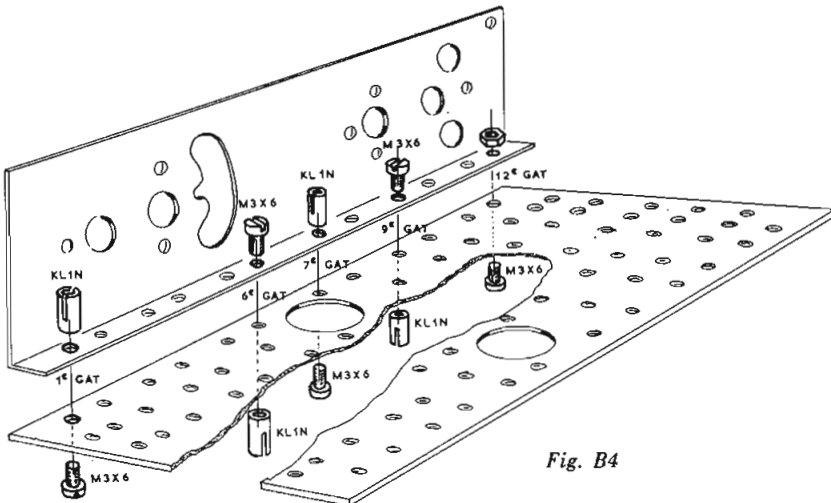

Fig. B4
1. Zet eerst één van de metalen montageplaten vast aan de montageplaat van bruin isolatiemateriaal. (Let op de juiste stand van de metalen montageplaat!) Hiervoor worden gebruikt: één kort boutje met bijbehorend moertje en vier draadklemmen KL 1 N met bijbehorende korte boutjes. Let op de juiste plaats van de klemmen: twee aan de ene en twee aan de andere zijde van de montageplaat. Zet alle boutjes stevig vast (fig. B4).